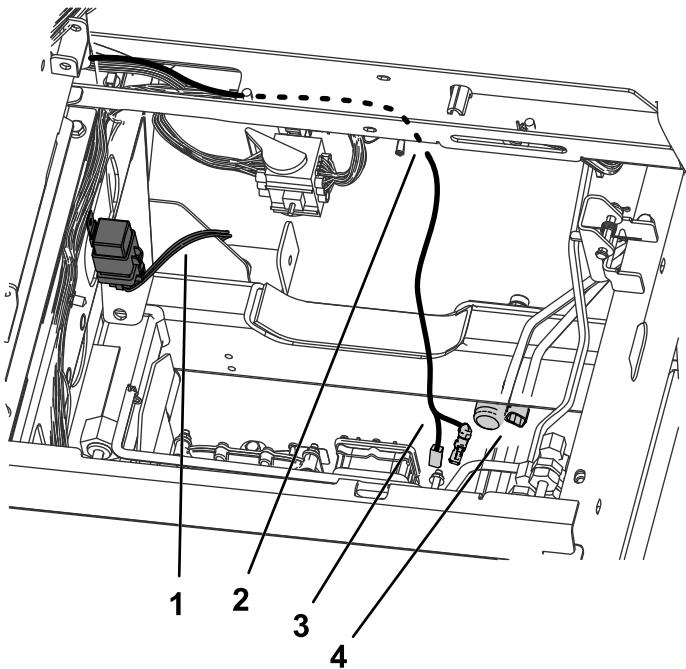
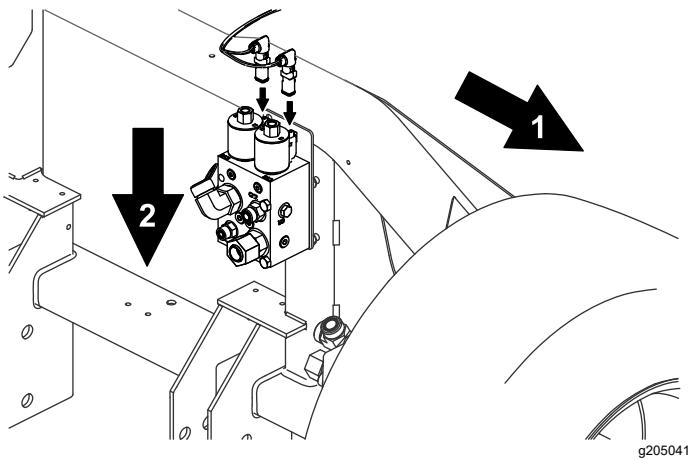

Bild 28
Bild 32
9. Verlegen Sie die zwei restlichen Schläuche, die nicht direkt an das Relais angeschlossen sind, halbwegs entlang des vorhandenen Kabelbaums unter dem Rahmen, bis er direkt über dem 3-Weg-Verteiler ist (Bild 28).
13. Verlegen Sie restlichen, losen Kabelbaumenden nach unten um den unteren Rahmen und schließen sie an der Innenseite des rechten Vorderreifens an den zwei Spulen am Mengenteilerverteiler an (Bild 28 und Bild 32).